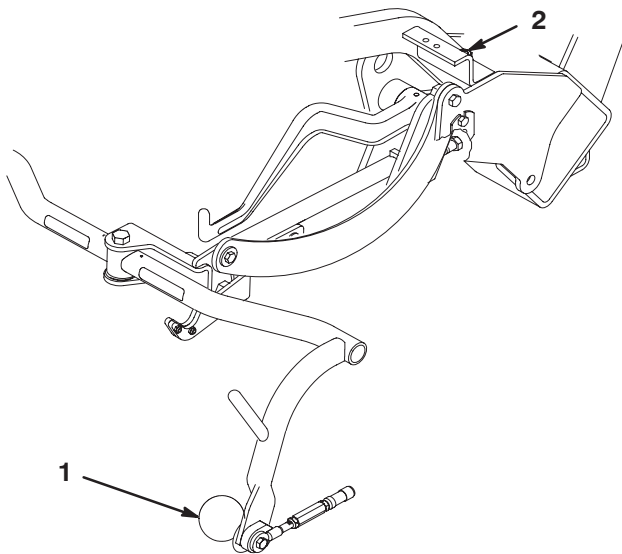

Figure 10
3. Si un réglage est nécessaire, desserrez l'écrou de blocage de la vis d'arrêt du bâti porteur (Fig. 10) et tournez la vis dans un sens ou dans l'autre pour élever ou abaisser le bâti porteur. Serrez l'écrou de blocage une fois le réglage effectué.